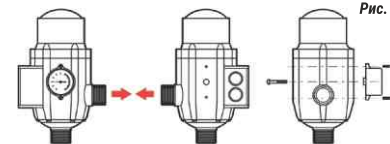

Рис. 1
- 6.5. При необходимости, манометр может быть переустановлен на противоположную сторону корпуса блока при помощи уплотнительного кольца и двух крепежных винтов. Установив манометр на нужной стороне, заглушите отверстие на противоположной стороне с помощью винта с уплотнительным кольцом (Рис. 1).